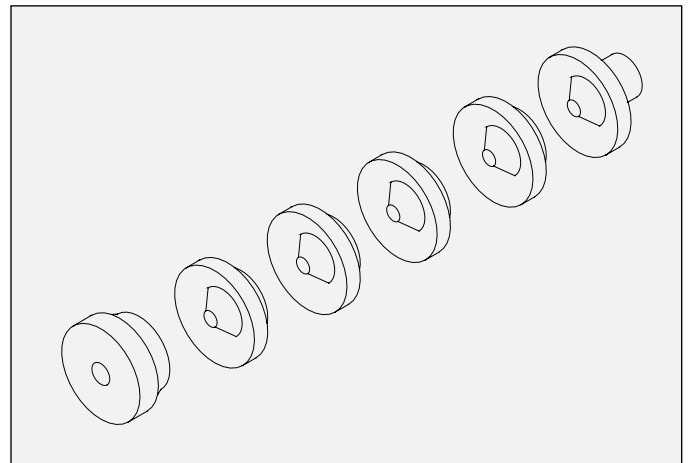

Figura 15: Conjunto de junta en V
5. Desatornille la aguja/electrodo del vástago y deslice el adaptador macho en V, las juntas en V y el adaptador hembra en V hacia afuera del vástago (vea la Figura 15).